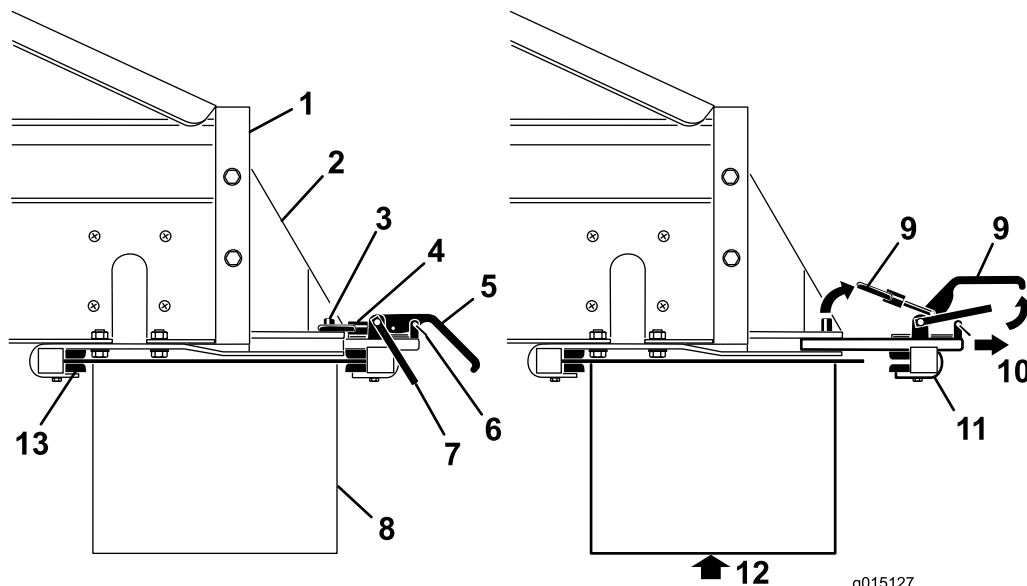

Figure 48
3. Retirez les clips des verrous de sécurité sur les poignées de serrage (Figure 48).
4. Levez le verrou de sécurité, puis levez les poignées des brides de fixation de l'accessoire et dégagez les bagues de blocage des goupilles de blocage (Figure 48).
5. Sortez la fixation rapide arrière d'accessoire des fentes de montage (Figure 48).
6. En vous faisant aider par une autre personne, insérez le bord avant du transporteur transversal/pivot vers le haut et sous l'arrière de la machine; dans les fixations avant sur les supports (Figure 48).
7. Tout en soutenant le transporteur transversal/pivot, glissez la fixation arrière dans les fentes des supports et par-dessus le bord arrière (Figure 48).
9. Reposez les clips des verrous de sécurité sur les poignées des brides de fixation (Figure 48).